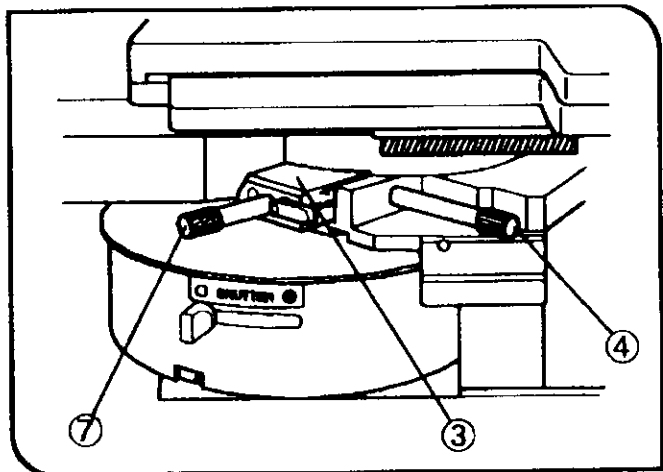

图 62
6. 围绕光轴顺时针方向转动 DIC 滑板上的棱镜移动旋钮(7)，一直到头。开始会看到黑色干涉条纹，然后是彩虹色干涉条纹。这时，将这个旋钮停到看到黑色干涉条纹的位置。(图 62 和 67)